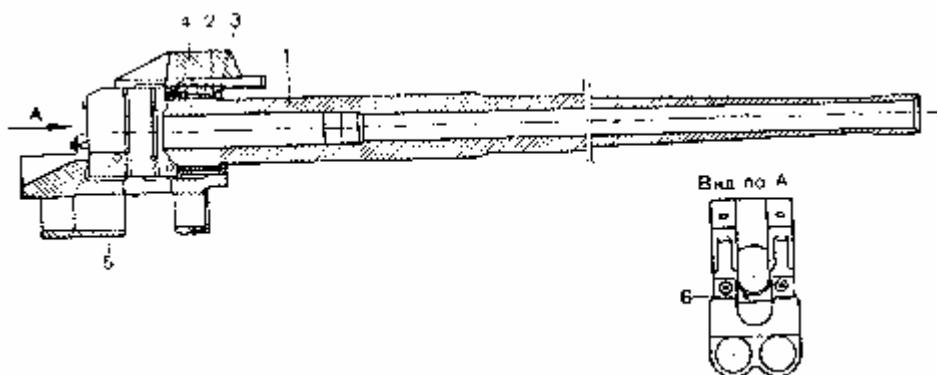
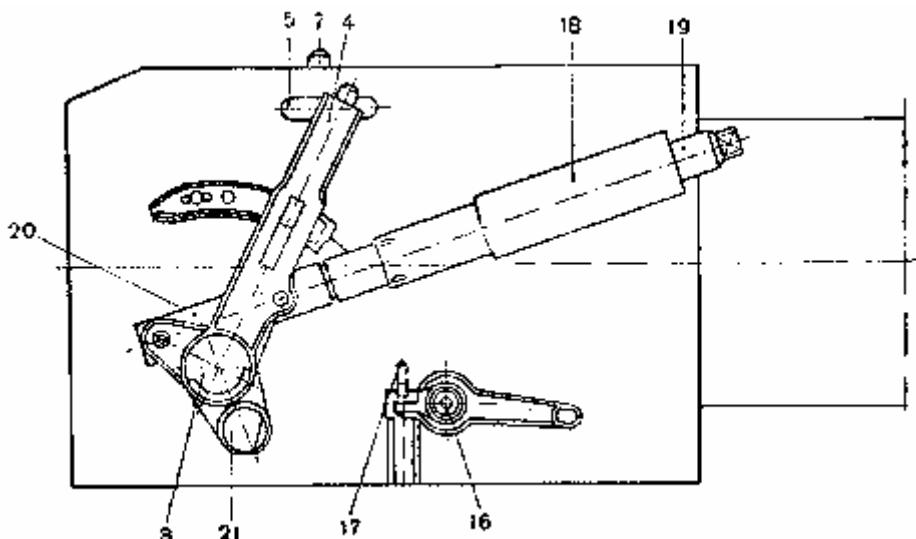
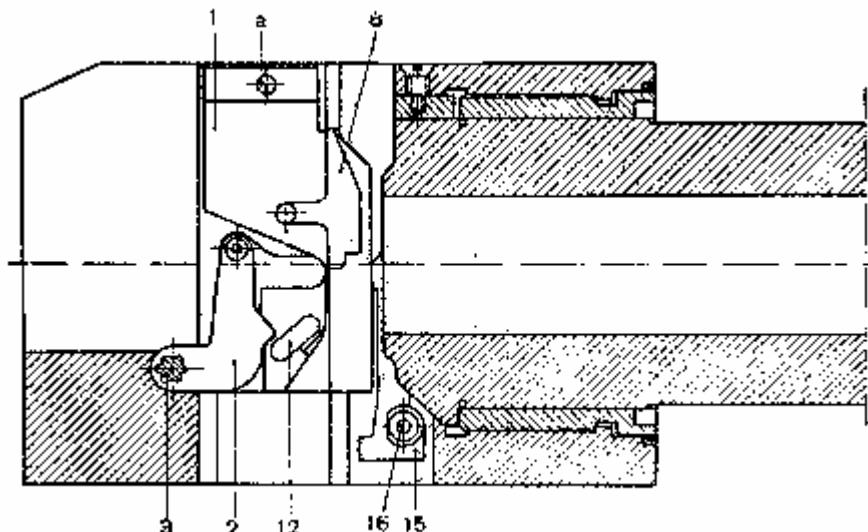

Рис.174. Ствол:
Рис. 175. Казенник (вид справа):
Рис. 176. Вертикальный разрез казенника:
Ствол состоит из следующих основных частей (рис. 174): трубы 1, казённика 2, муфты 3 казённика, накладки 4 и обоймы 5. Труба 1 на казённом срезе имеет скос под ось выбрасывателей и выточки для лапок выбрасывателей, а на дульном срезе — взаимноперпендикулярные риски для крепления нитей при проверке прицельных приспособлений.
Запирающий механизм (рис. 175 и 176) состоит из клина 1, кривошипа 2 с роликом, оси 3 кривошипа, стопора 6 оси кривошипа (рис. 174), рукоятки 4 (рис. 175) затвора, упора 5 клина со стопором 7 упора.
Клин 1 (рис. 176) имеет вид четырёхгранной призмы с вырезом (лотком) сверху для направления патрона при заряжании. Внутри 1 клина (в гнезде) собран ударный механизм. В центре передней плоскости клина имеется отверстие для выхода бойка ударника.
Ось 3 кривошипа помещается в гнезде казенника и от смещения удерживается стопором 6 (рис. 174), головка которого выходит наружу за задний срез казенника.
Кривошип 2 (рис. 176) надевается на ось кривошипа и от поворота на ней удерживается шлицами.
Рукоятка 4 (рис. 175) надевается на конец оси кривошипа. Она служит для открывания затвора.
Выбрасывающий механизм (рис.176) предназначен для выбрасывания из патронника стреляной гильзы. Он
состоит из двух выбрасывателей 15 (правого и левого), оси 16 выбрасывателей и поджима 17 (рис. 175) выбрасывателей с пружиной. Каждый выбрасыватель имеет: верхние выступы, которые удерживают клин в нижнем положении, нижние выступы, до которым ударяют кулачки 8 (рис. 176), и захваты, которые захватывают гильзу за фланец и при открывании затвора выбрасывают её из патронника. Ось 16 выбрасывателей имеет шпонку для соединения с выбрасывателями и рычаг, который служит для сбрасывания выбрасывателей с кулачков клина вручную. Поджим 17 (рис. 175) выбрасывателей с пружиной все время поджимает выбрасыватель к клину.
Закрывающий механизм полуавтоматики предназначен для автоматического закрывания затвора после досылки очередного патрона в патронник. Он состоит (рис. 175) из упорного стакана 18, регулирующей гайки 19, нажимного стакана 20, закрывающей пружины и кулачка 21 полуавтоматики.
- б) вставить в отверстие а в клине (рис. 176) ручку для вынимания клина и вытащить клин за ручку вверх.